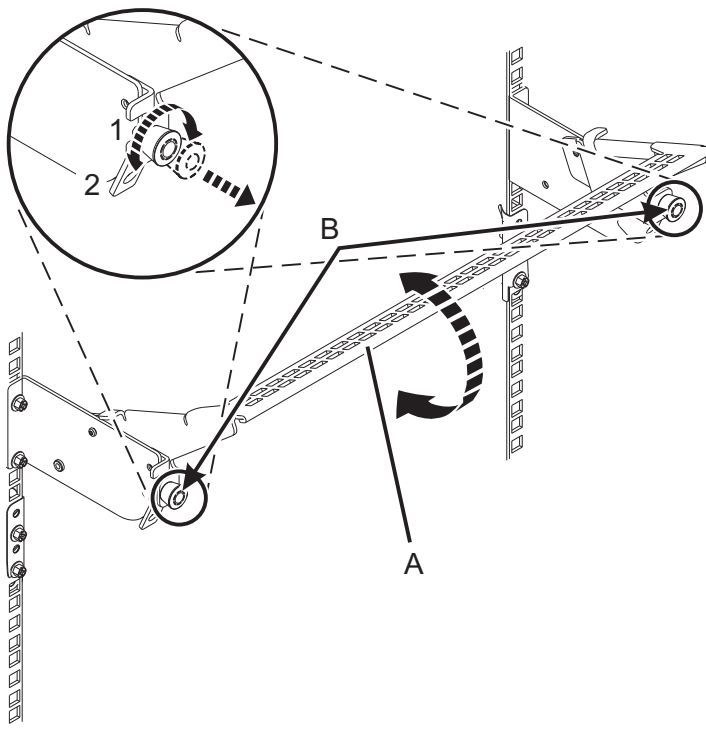

Figura 10. Colocación de la abrazadera portables en posición operativa
3. Ponga la abrazadera portables en posición operativa. Consulte Figura 10.